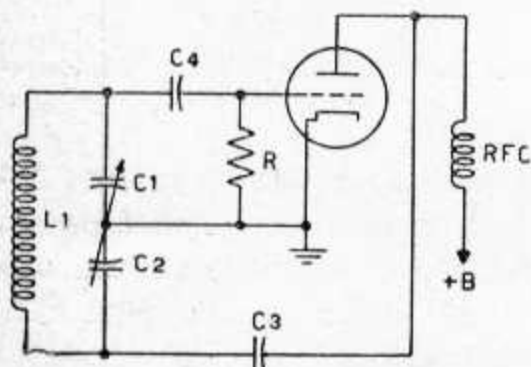

Figura 7
**Oscilador Colpitts:** o circuito ilustrado na figura 7 é essencialmente o mesmo que o oscilador Hartley; apenas, em lugar da derivação no indutor, emprega-se um par de condensadores  $C_1$  e  $C_2$ . A realimentação de energia entre placa e grade agora ocorre capacitivamente, pelo efeito de divisão de tensão entre  $C_1$  e  $C_2$ .
A sintonização da frequência consegue-se ou pela variação da indutância, ou pelo uso de dois condensadores variáveis com os eixos mutuamente acoplados (indicado esquematicamente na figura 7). Neste oscilador é necessário que o resistor de polarização  $R_1$  esteja ligado à terra, a fim de fornecer um caminho de escape para a c.c. da grade de válvula.